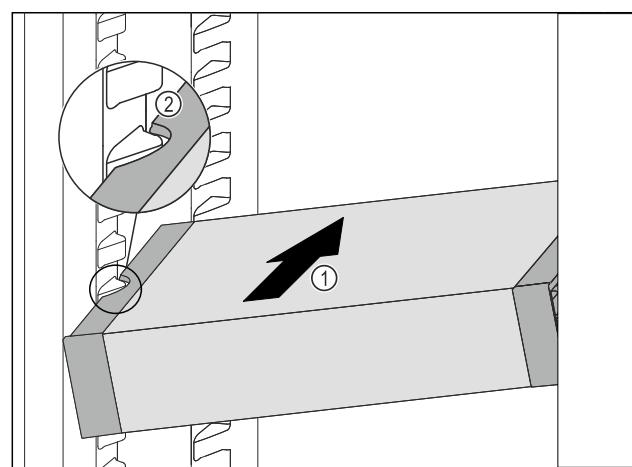

Fig. 102
- VarioSafe schräg in das Kühlteil einschieben Fig. 102 (1), bis sich die seitlichen Aussparungen Fig. 102 (2) des VarioSafes auf Höhe der Behälterrippe im Kühlteil befinden.